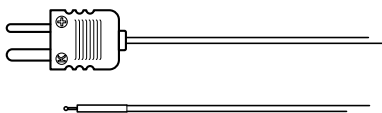

Figure 5.3 Thermocouple de type K fourni
2. Branchez une fiche sous-miniature de thermocouple de type K (voir la **Figure 5.3**) sur la prise du compartiment supérieur.